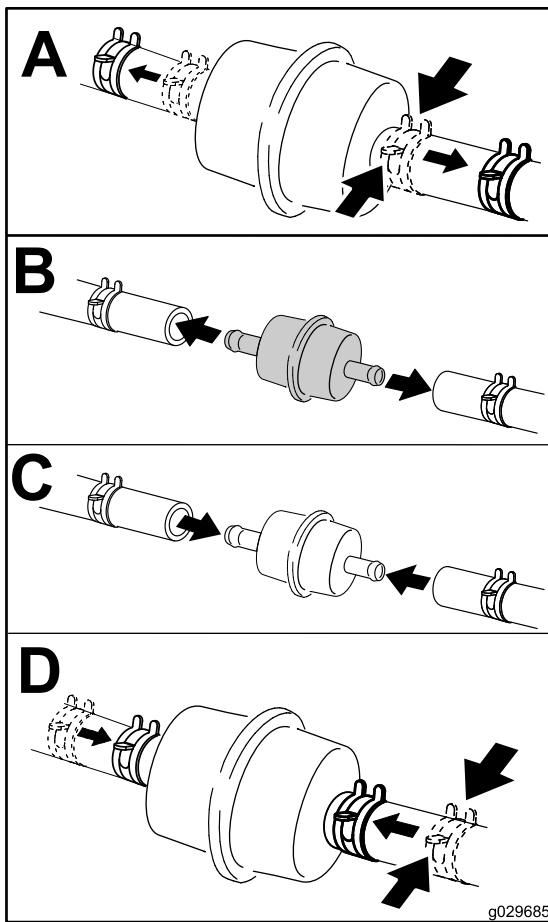

Figure 72
4. Remplacez le filtre à carburant (Figure 72).